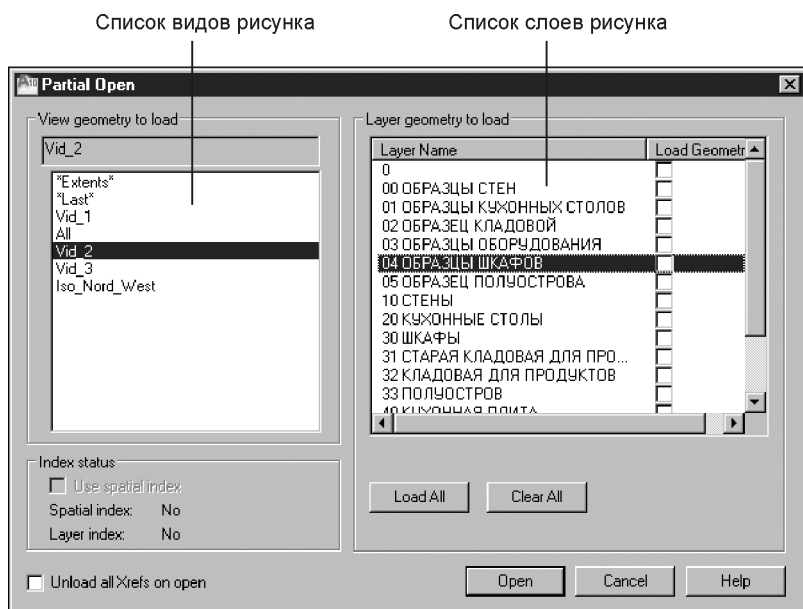

Рис. 7.16. Диалоговое окно Partial Open
5. В диалоговом окне **Partial Open** (Частичное открытие) выберите необходимый именованный вид из списка (рис. 7.16).